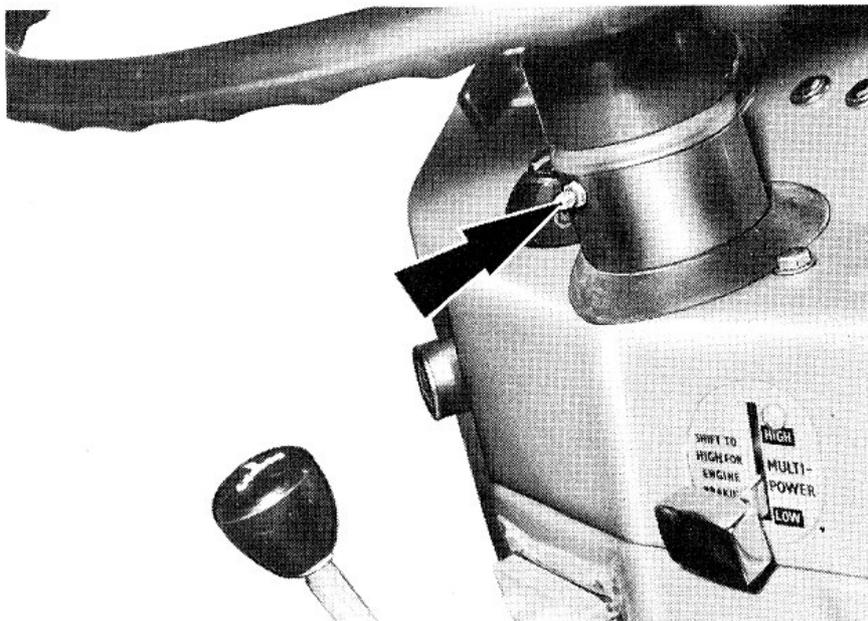

FIG. 1.
- Fig. 1. Arbre principal de direction